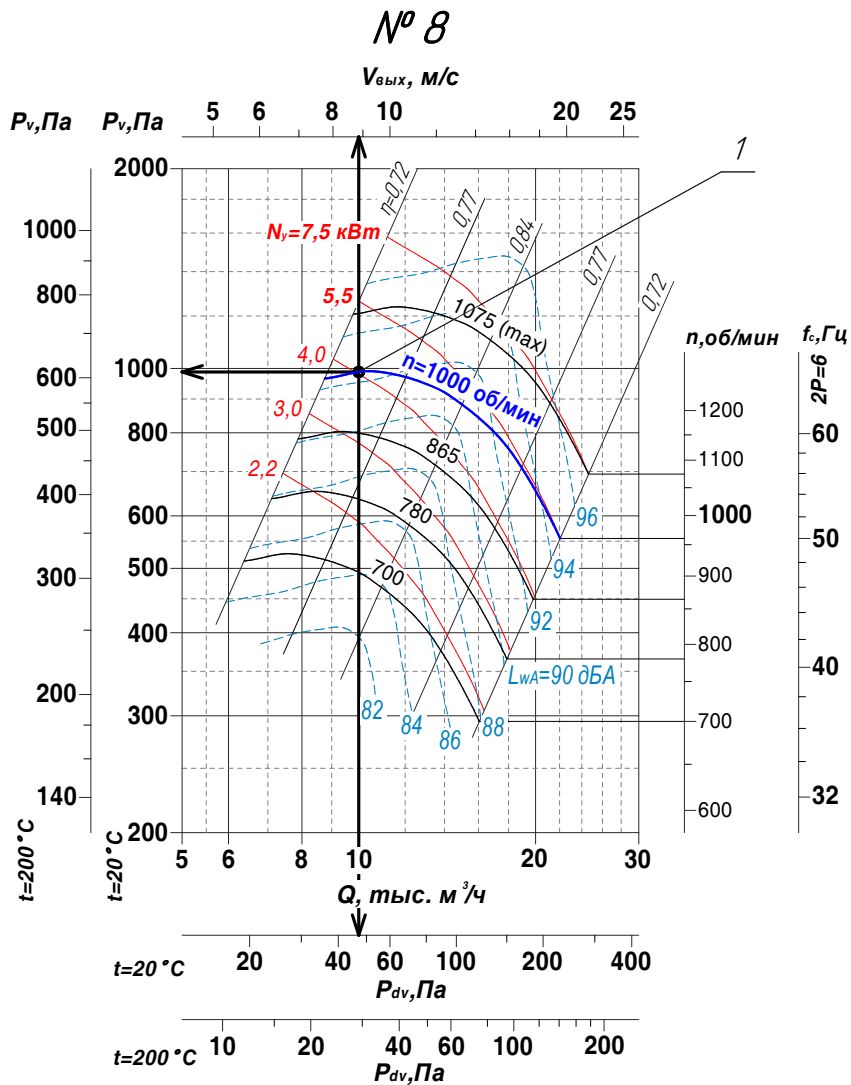

Рис. 30 – Аэродинамическая характеристика ВР 85-77-8
- 2) на примере графика индивидуальных характеристик для ВР 85-77-8 (рис. 30) определим статическое давление вентилятора при  $Q_{mp} = 10\,000 \text{ м}^3/\text{ч}$ :  $P_{svs} = P_{vs} - P_{dvs} = 990 - 47 = 943 \text{ Па}$ . Так как статическое давление, развиваемое вентилятором, больше потерь давления в сети, то и производительность вентилятора будет больше требуемой. Для того, чтобы вентилятор обеспечил требуемую производительность  $Q_{mp}$  необходимо в сеть добавить дополнительное сопротивление (дросселировать сеть)  $\Delta P_{др} = P_{svs} - \Delta P = 943 - 800 = 143 \text{ Па}$ ;